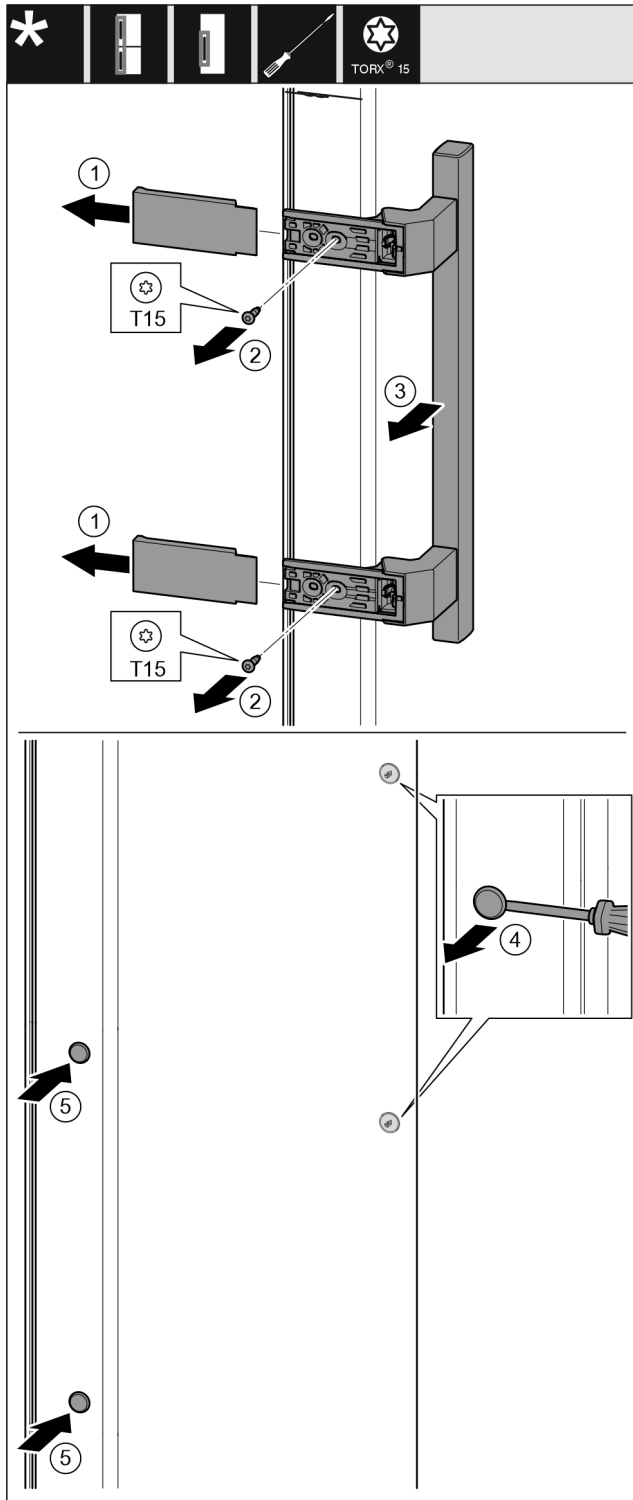

Fig. 14
- Træk afdækningen af. Fig. 14 (1)
- Skru skruerne af med en Torx 15-skruestrækker. Fig. 14 (2)
- Tag grebet af. Fig. 14 (3)
- Løft forsigtigt sideproppen af med en kærveskruestrækker, og træk den ud. Fig. 14 (4)
- Indsæt proppen igen på den anden side. Fig. 14 (5)